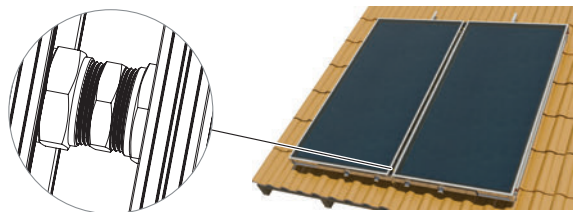

Figura 2.18
- 7 Collegare il secondo collettore e stringere le giunzioni\*. (Figura 2.18).